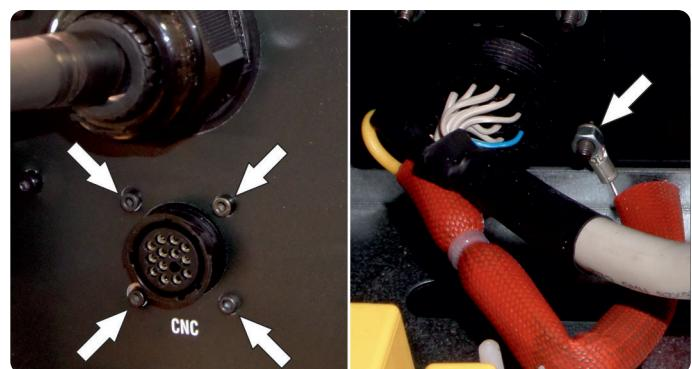

Fig. 4
- ◆ Insertar el conector circular de 14 polos presente en un extremo de la conexión 5587493 (pos.2) en el orificio que estaba debajo de la placa anterior, y que ahora está disponible, y fijarlo como se muestra en la fig.4;
- ◆ Fijar el terminal de tierra con ojal disponible en un extremo de la conexión 5587493 (pos.2) al punto de fijación mostrado en la fig.4, utilizando el tornillo y la tuerca M3. La tuerca debe estar dentro del generador.